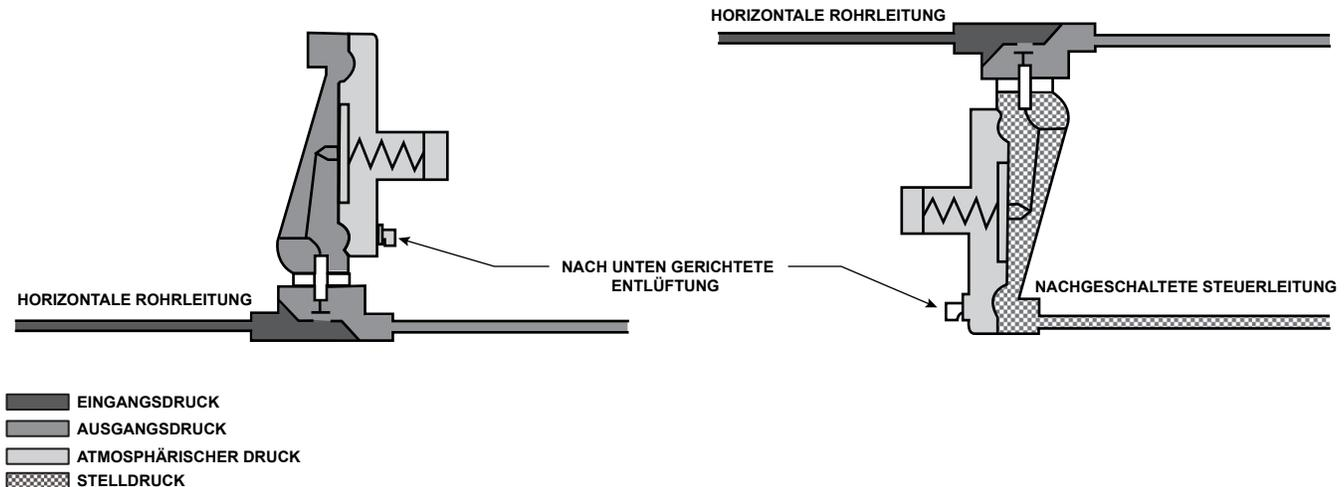

Abbildung 4. Antriebsgehäuseentlüftung des Typ T205 – Schemata
- Der Regler kann in jeder Einbaulage montiert werden, solange die Durchflussrichtung im Gehäuse dem Pfeil auf dem Gehäuse entspricht. Bei Einsatz eines Reglers vom Typ T205 oder T205M sollte der Regler mit dem Federgehäuse nach unten installiert werden (siehe Abbildung 1), um die angegebenen Kapazitäten bei niedrigem Sollwert zu erreichen. Für eine vollständige Entleerung des Antriebsgehäuses sollte der Regler wie in Abbildung 4 dargestellt installiert werden. Wenn bei der Inspektion oder Wartung der Betrieb aufrechterhalten werden muss, um den Regler einen 3-Ventil-Bypass installieren.